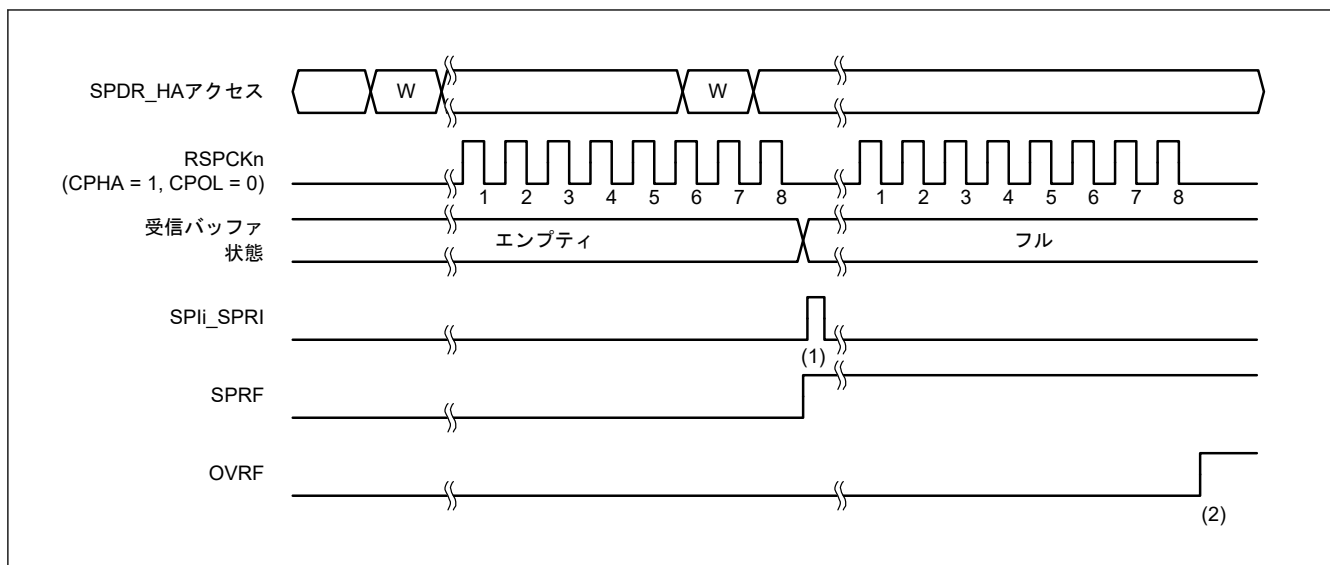
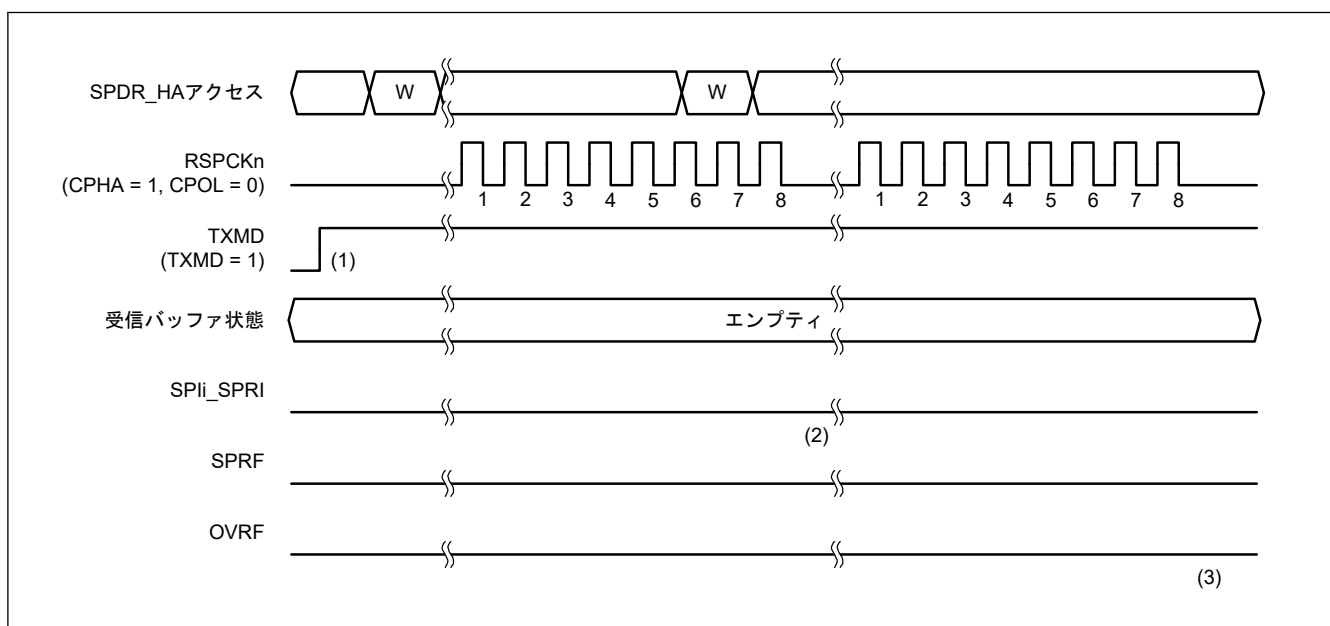
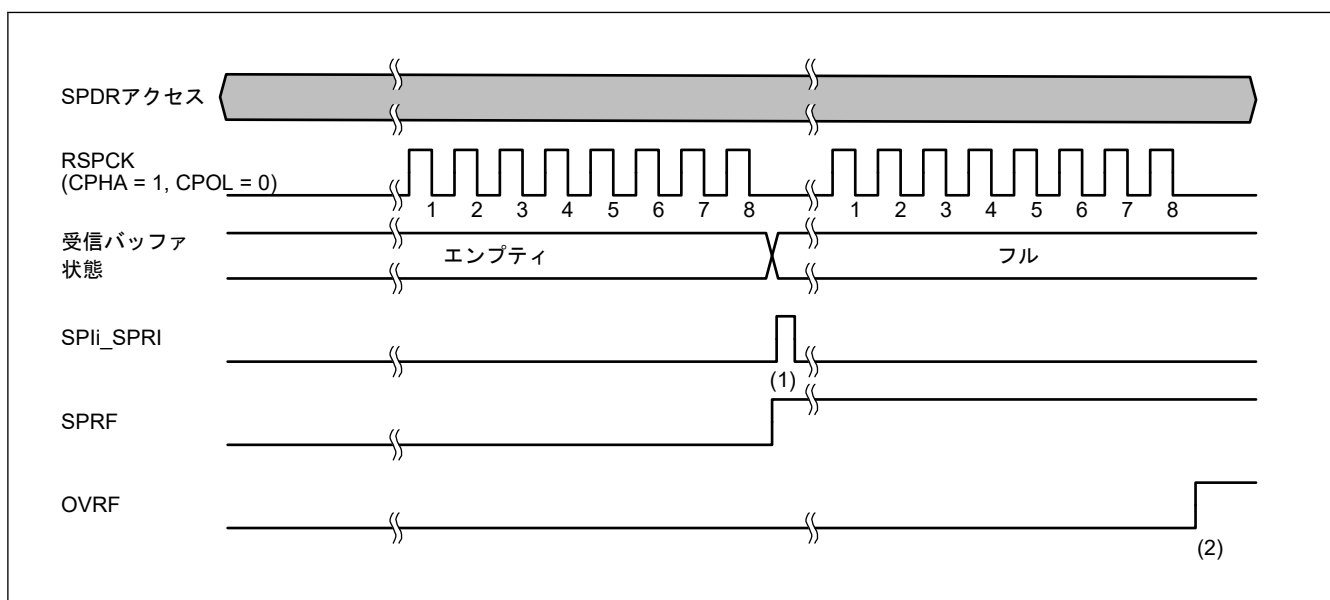

図 31.26 SPCR3.ETXMD = 0 かつ SPCR.TXMD = 0 の動作例
図 31.27 SPCR3.ETXMD = 0 かつ SPCR.TXMD = 1 の動作例
図 31.28 MSTR = 0 かつ ETXMD = 1 の場合の動作例
通信動作モード選択ビット (SPCR.TXMD) の設定により、全二重同期式シリアル通信または送信のみの動作が選択できます (拡張通信モード選択ビット (SPCR3.ETXMD) が 0 の場合)。SPCR3.ETXMD ビットが 1 の場合、スレーブモード (SPCR.MSTR = 0) で SPI の動作は受信のみです。これは SPCR.TXMD ビットが SPI の動作に影響を及ぼさないためです。図 31.26、図 31.27、および図 31.28 に示すレジスタアクセスは、SPDR/SPDR_HA レジスタへのアクセスの条件を示します。W は書き込みサイクルを示します。
図 31.26 に、SPI コントロールレジスタ 3 (SPCR3) の拡張通信モード選択ビット (ETXMD) を 0、通信動作モード選択ビット (SPCR.TXMD) を 0 にした場合の動作例を示します。この例では、SPDCR.SPFC[1:0] ビットが 00b、SPCMDm.CPHA ビットが 1、かつ SPCMDm.CPOL ビットが 0 の設定で、SPI が 8 ビットのシリアル転送を実行しています。RSPCKn 波形の下に記載した数字は RSPCK サイクル数 (= 転送ビット数) を示しています。
以下に、図 31.26 の (1)、(2) に示したタイミングでのフラグ動作を説明します。
図 31.27 に、**SPI** コントロールレジスタ 3 (**SPCR3**) の拡張通信モード選択ビット (**ETXMD**) を 0、通信動作モード選択ビット (**SPCR.TXMD**) を 1 にした場合の動作例を示します。この例では、**SPDCR.SPFC[1:0]** ビットが 00b、**SPCMDm.CPHA** ビットが 1、かつ **SPCMDm.CPOL** ビットが 0 の設定で、**SPI** が 8 ビットのシリアル転送を実行しています。**RSPCKn** 波形の下に記載した数字は **RSPCK** サイクル数 (= 転送ビット数) を示しています。
以下に、図 31.27 の (1)~(3) に示したタイミングでのフラグの動作内容を説明します。
図 31.28 に、SPI コントロールレジスタ (SPCR) の SPI マスタ/スレーブモード選択ビット (MSTR) を 0 に設定し、SPI コントロールレジスタ 3 (SPCR3) の拡張通信モード選択ビット (ETXMD) を 1 に設定した場合の動作例を示します。図 31.28 に SPI データコントロールレジスタ (SPDCR) の SPFC[1:0] ビット = 00b、SPI コマンドレジスタ (SPCMD) の CPHA ビット = 1、SPCMD の CPOL ビット = 0 の設定で、SPI が 8 ビットデータシリアル転送をする例を示します。RSPCK 波形の下番号は、RSPCK 周期の番号 (転送ビットの番号) を示します。